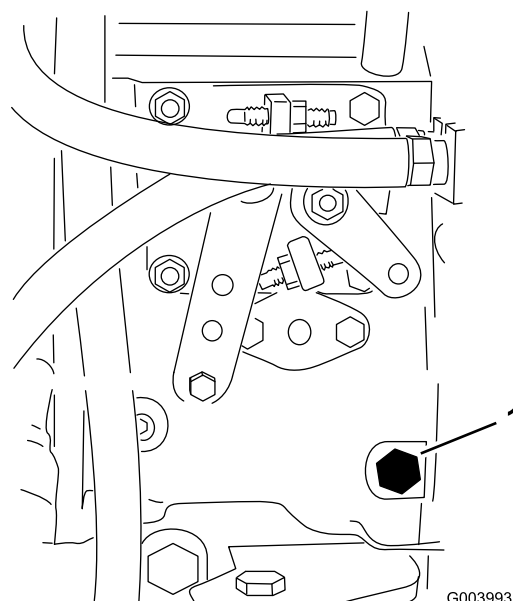

Figure 33
3. Desserrez la vis de purge sur la pompe d'injection (Figure 33) à l'aide d'une clé de 12 mm.